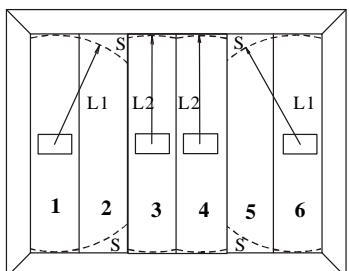

Рис.6 Защита немонолитной конструкции
Для установки извещателя на деревянной строительной конструкции (рис. 6, 7) просверлите в ней отверстие диаметром 2 мм на глубину 10-15 мм, без учета толщины декоративного покрытия, которая не должна превышать 10 мм, и закрепите извещатель шурупом диаметром 3-4 мм.
- на примыкающую к охраняемой кирпичной, бетонной или стальной конструкцию (рис. 6) по соответствующей методике.